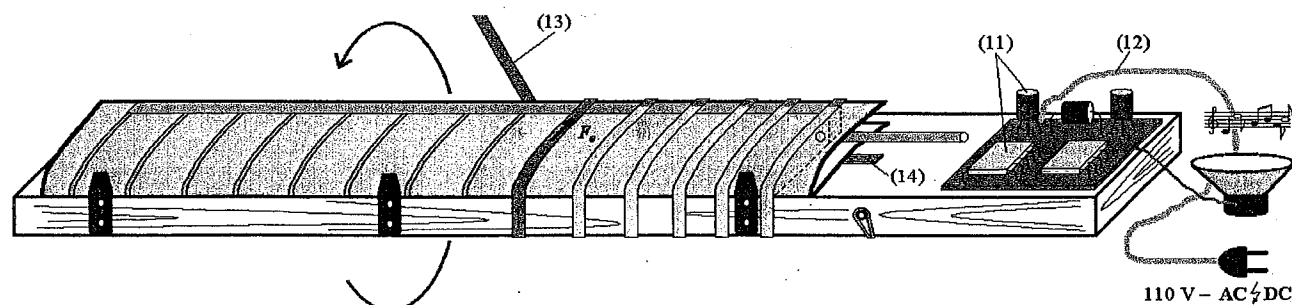

Figure 6. Utilisation of the Semi-Automated Digital Press
And so the leading edge „D” box shall be put to the „press” (figure 6), on a digital support made of wood onto which we have previously stuck a plastics made adhesive strip and a piece of a notebook cover (14) coorespondingly thick, in case the lower side of the section is concaved.
In order not to get the „shell” out of shape across that portion between ribs, the rubber(13) shall pass over on the direction shown in figure 6, right over the balsa ribs that are painted black and will be visible through the glass fibre and adhesive strip. In this way, the rubber elasticity will keep
Le D-box est maintenant placé sur la "presse digitale" et son socle en bois (fig.6). Ici encore coller une feuille plastique sur le chantier en prévision de l'époxy qui va suinter. Si le profil est creux à l'avant, glisser une épaisseur de carton (14) entre chantier et plastique.
Un ruban caoutchouc de 3.17 va être saucissonné autour de l'assemblage, voir fig.6. Faire passer le ruban bien à l'aplomb des nervures balsa, qui restent visibles à travers coque et plastique grâce à leur teinte noire. De la sorte la coque restera pressée sur les nervures et le longeron. Laisser polymériser pendant une nuit complète.